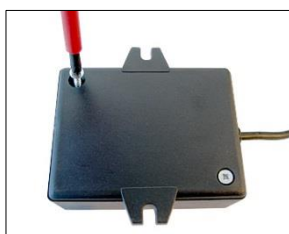

Figura 1
- Abra los tornillos de la cubierta 2 en la parte posterior de los módulos WIFI (Figura 1)